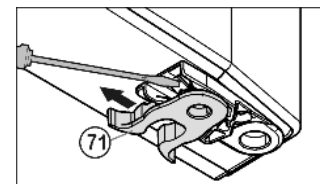

Fig. 9
- ▶ Veerklem Fig. 9 (71) verplaatsen: Sluitnok omlaag drukken, veerklem eroverheen eraf trekken.